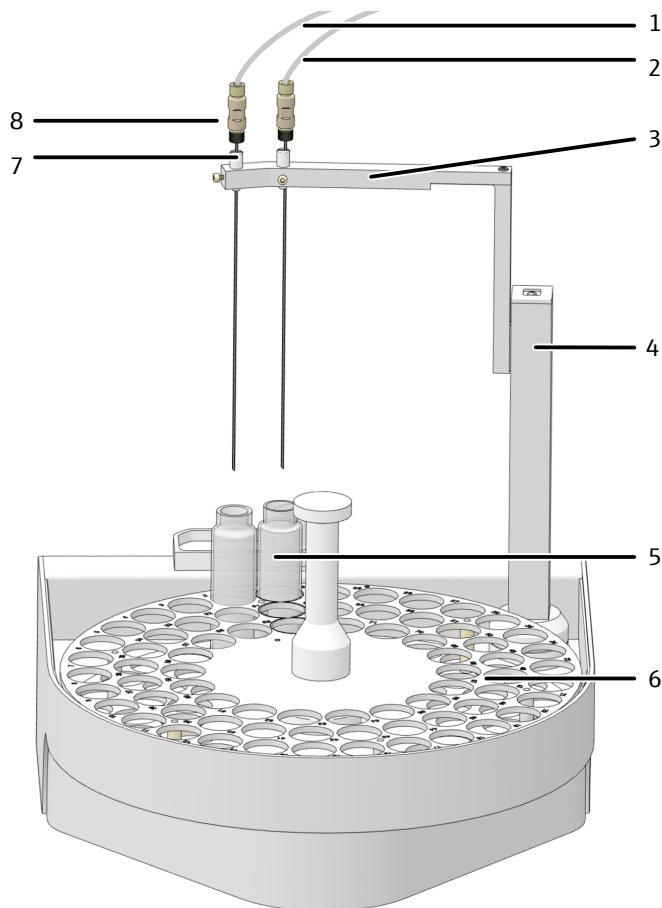

Fig. 25 Struttura del campionatore AS vario
- ▶ Nel caso delle misurazioni del NPOC con un'espulsione parallela: inserimento di una cannula con manicotto in ciascuna delle due posizioni del portacannule (Fig. 25  51).